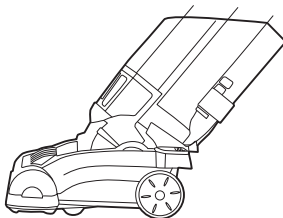

Fig. 3
3. Posición intermedia: para limpieza normal (Fig. 3).